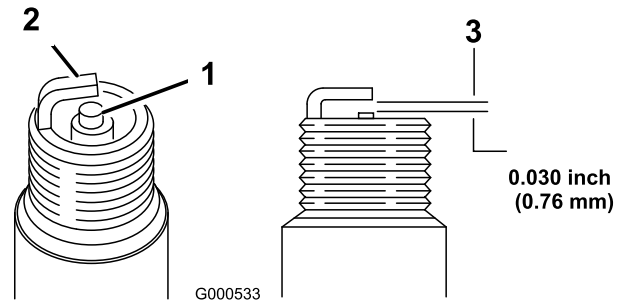

Figura 24
5. Ajuste la distancia entre los electrodos a 0,76 mm; consulte Figura 24.